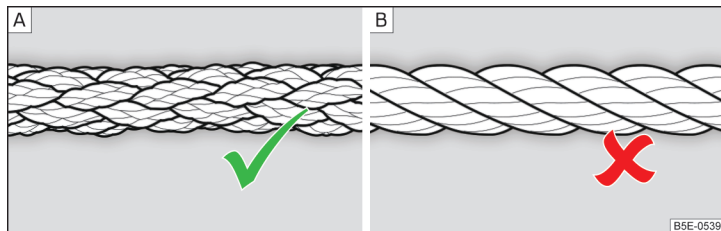

Abb. 337 Geflochtenes Abschleppseil / Gewundenes Abschleppseil
Zum Abschleppen mittels eines Abschleppseils nur ein geflochtenes Kunstfaserseil » Abb. 337 - **A** verwenden » **I**.
- Zum Abschleppen ist kein gewundenes Abschleppseil zu verwenden » Abb. 337 - **B**, die Abschleppöse könnte sich am Fahrzeug herausdrehen - es besteht Unfallgefahr.